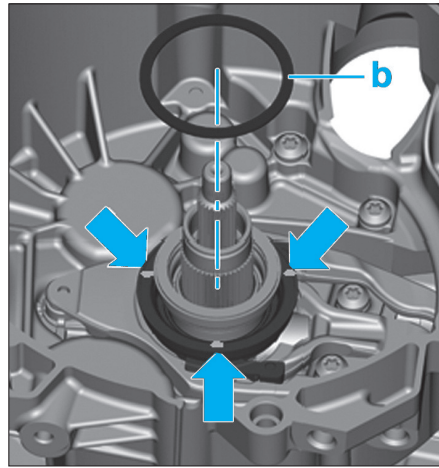

Fig. 12
- Fixer la rondelle de réglage (b) avec 3 gouttes de colle (Fig.12)